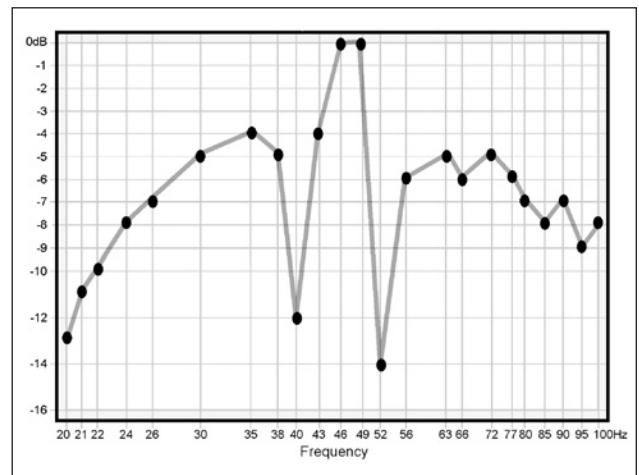

Figure 19. Deux pics étroits vers le bas
1. Choisissez une nouvelle position pour le test : sur le CD, repérez la piste correspondant à la fréquence centrale du pic de chute. Dans l'exemple de la Figure 19 il s'agirait des pistes 14 (52Hz) et 18 (40Hz). Pressez **Play** ►. Vous voyez apparaître une valeur très proche de la précédente. Maintenant, déplacez lentement le sonomètre dans un rayon de 30 cm par rapport à la position test initiale. Observez l'afficheur du sonomètre : les fluctuations de niveau sont importantes. Trouvez un point où le niveau est similaire à celui des points test immédiatement adjacents. Déplacez-le aussi dans le plan vertical. Les chutes de réponse peuvent être orientées selon n'importe quel axe. L'endroit où le niveau est similaire à celui des points adjacents sera votre nouveau point test.